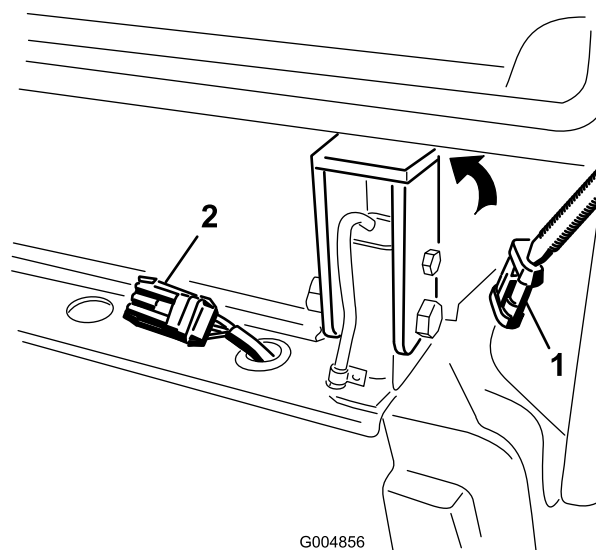

Figura 53
27. Retire el tapón y enchufe el conector del mazo de cables de la cabina en el arnés del bastidor trasero (Figura 53).